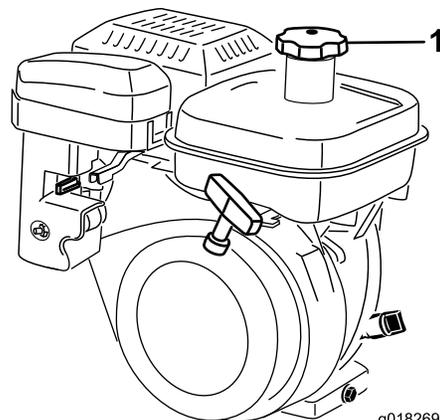

図 20
1. 燃料キャップ（図 20）の周囲をきれいに拭いてからキャップを外す。無鉛ガソリンをフィルタスクリーンの下まで給油する。入れすぎないこと。